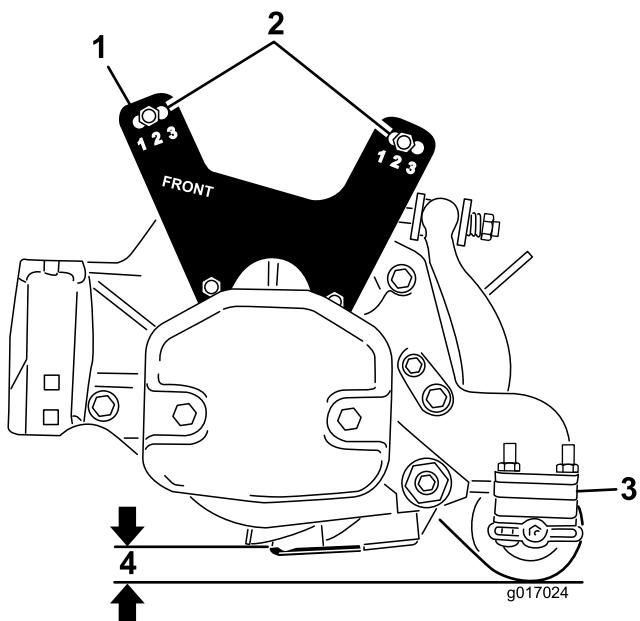

Figure 20
- Abaissez le plateau de coupe au sol et mesurez la distance du sol au sommet de la contre-lame, comme illustré à la **Figure 20**